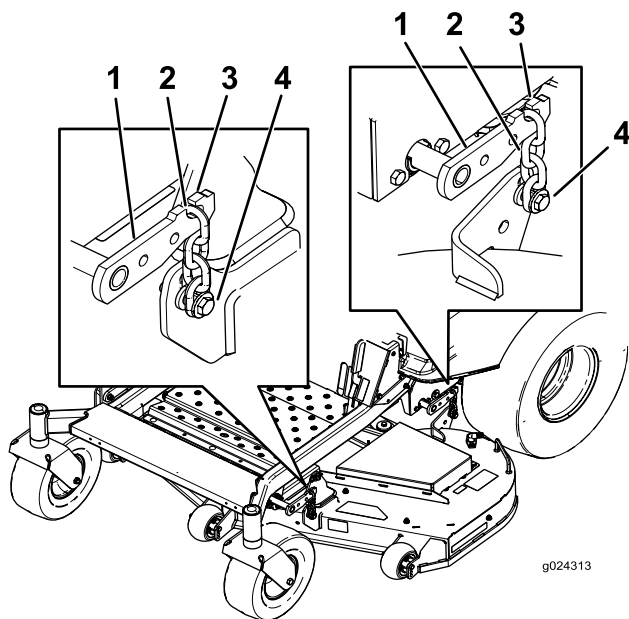

Figura 76
3. Retire as correntes dos ganchos nos braços de elevação da plataforma (Figura 76).
6. Eleve a traseira da plataforma do cortador e instale as correntes nos braços de elevação traseiros (Figura 76).
7. Instale as correntes frontais nos braços de elevação frontais (Figura 76).